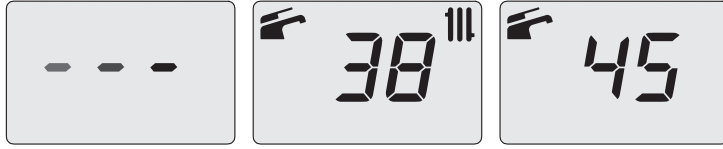

Figura 3.3
• Conecte la alimentación eléctrica de la caldera accionando el interruptor bipolar incluido en la instalación. El display LCD muestra el estado en el que se encuentra la caldera (el último memorizado) (Figura 3.3).